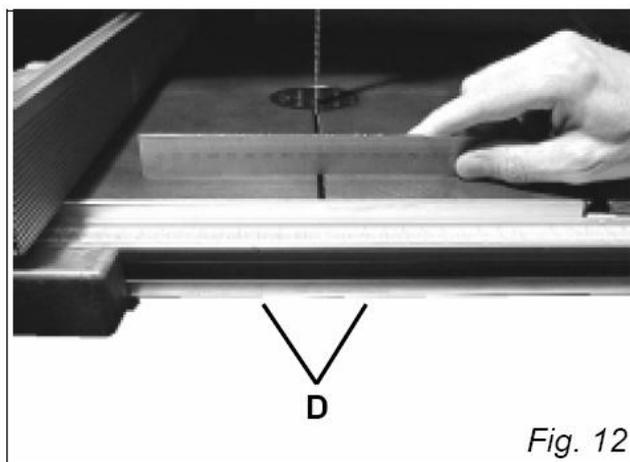

Fig. 12
Держите стальной уровень на столе поперёк канавки вблизи переднего края стола (см. Рис. 12).
Если уровень показывает, что есть неровность поперёк стола, необходимо отрегулировать стол с помощью двух винтов и стопорных гаек (поставляются со станком), расположенные в нижней части направляющей, (D) Рис. 12.